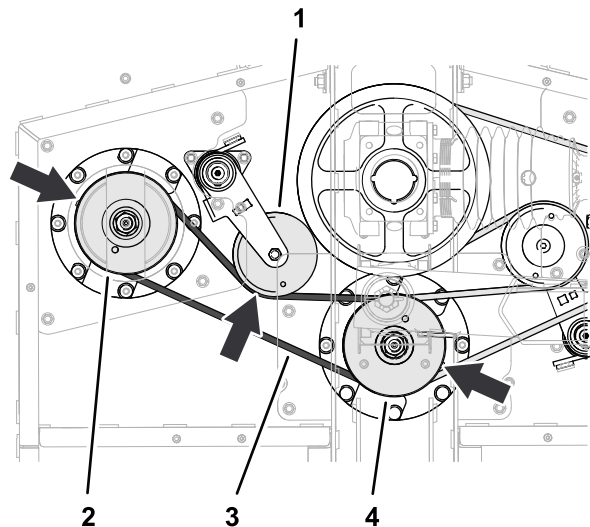

Bild 61
2. Führen Sie den langen Riemen um die Riemenscheibe der linken Spindel und die untere Nut der Riemenscheibe der mittleren Spindel (**Bild 61**).
3. Drehen Sie den Riemenspanner mit einer Brechstange oder ähnlichem Werkzeug im Uhrzeigersinn und ziehen Sie den Riemen auf die Spannscheibe auf (Bild 61).